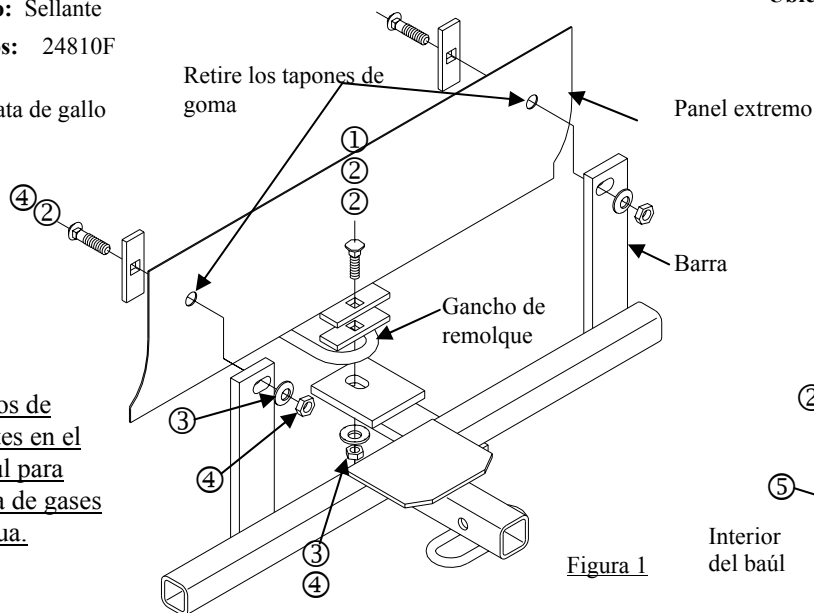
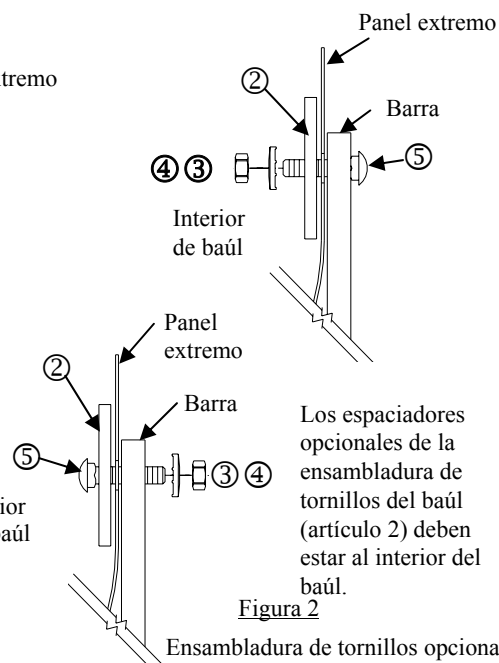

Figura 1
Figura 2
①	Cant. (1)	Perno de carruaje 1/2-13 x 2.25 GR5	④	Cant. (3)	Tuerca hexagonal 1/2-13
②	Cant. (4)	Espaciador	⑤	Cant. (2)	Perno de carruaje 1/2-13 x 2.00 GR5
③	Cant. (3)	Arandela cónica	⑥	Cant. (1)	Cable de halar - 1/2"
2. Retire los (2) tapones de goma del baúl que se encuentran en el panel extremo. Devuelva al propietario.
3. Coloque el perno de carruaje y los espaciadores (2) en el gancho de remolque. Como se muestra en la Figura 1.
5. Instale los tornillos en el costado del conductor. Coloque el espaciador (artículo 2) al interior del baúl y agregue sellante alrededor del orificio. Instale los tornillos como se muestra en la Figura 1 o la Figura 2 opcional. Apriete a mano para evitar que el enganche se mueva mientras se instala el costado del pasajero.
6. Instale el tornillo en el costado del pasajero. Una vez más agregue sellante alrededor del orificio. Instale los tornillos como se muestra en la Figura 1 o Figura 2 opcional.